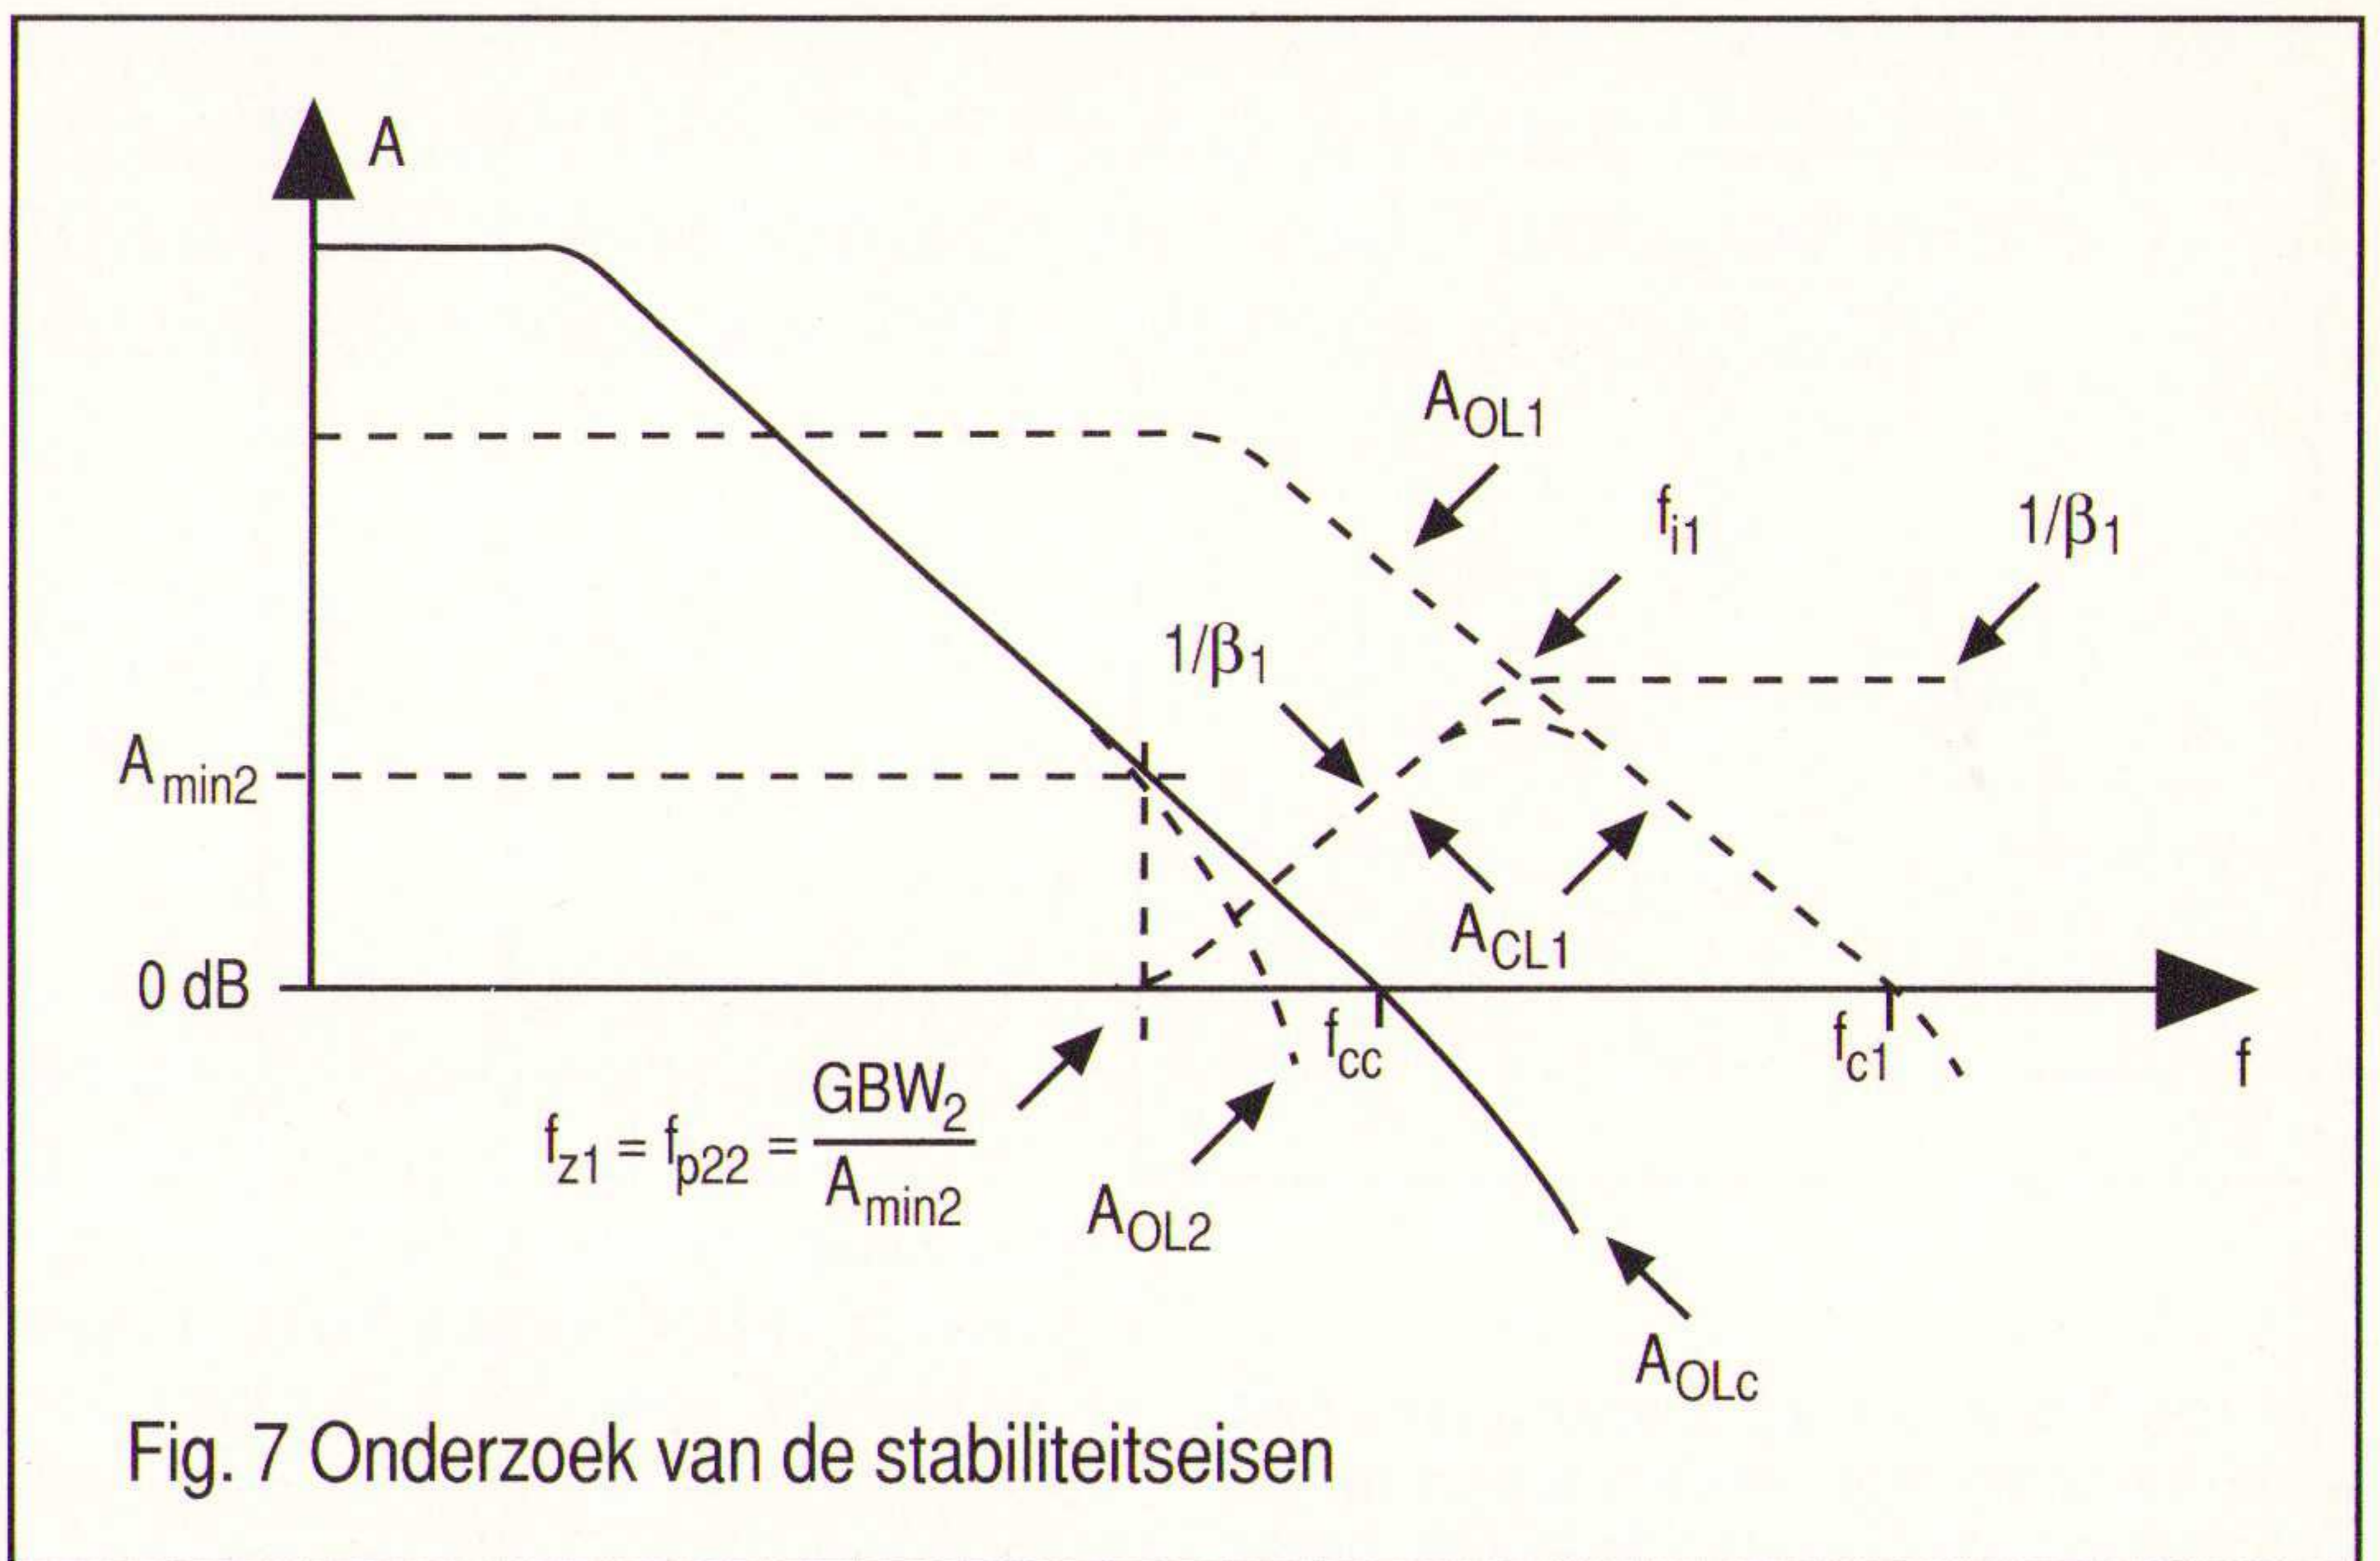

Fig. 7 Onderzoek van de stabiliteitseisen
Helaas is nu een onbekende  $f_{i1}$  ontstaan, die eerst met een grafische analyse moet worden opgelost. In fig. 7 lezen wij tussen de oplopende  $(1/\beta)$ -curve en de afnemende versterkerkarakteristiek een gelijkzijdige driehoek af, waarin de gezochte frequentie  $f_{z1}$  midden tussen  $f_{p22}$  en  $f_{c1}$  ligt. In de logaritmische frequentieschaal komt dit overeen met:
Voor het gemak onderzoeken wij eerst het geval van een terugkoppeling = 1, zodat de  $(1/\beta)$ -curve de 0 dB-as in fig. 7 volgt. Daar snijdt deze de karakteristiek in het punt  $f_{cc}$ . In dit geval vereist de fasereserve van 45 graden, dat:
Uit een analyse van fig. 7 lezen wij af, dat  $f_{p22}$  het laatste punt op de rechte lijn markeert, zodat:
zodat (in het geval  $\beta = 1$ ) de GBW van versterker A1 minimaal 9 x  $A_{min2}$  groter moet zijn dan de GBW van versterker A2. Deze eis wordt vergemakkelijkt, als  $\beta < 1$ . In dat geval verschuift de  $(1/\beta)$ -curve in fig. 7 naar boven. In de praktijk betekent dit, dat formule (15) voor  $\beta < 1$  verandert in: